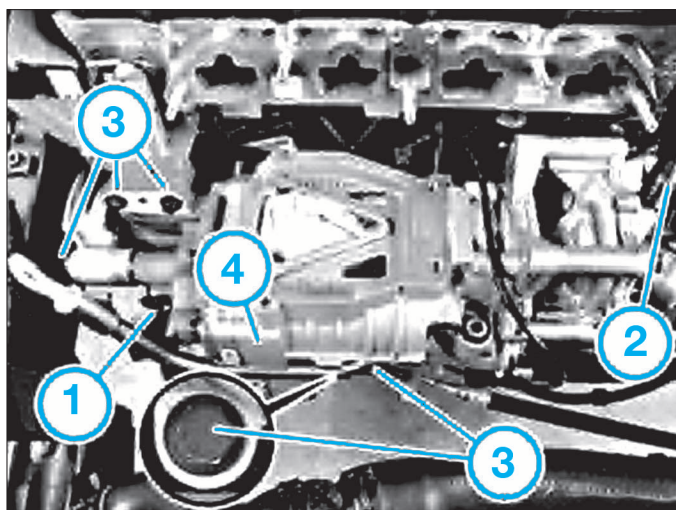

FIG. 50
- la vis (1) (Fig.50) le écarter le puits de jauge à huile.
- le clips (2).
- les vis de fixation (3) du compresseur.